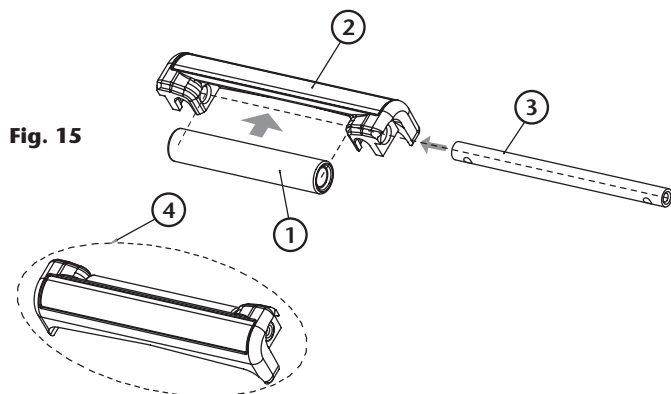
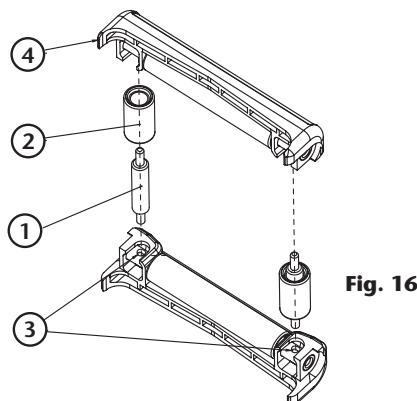

Fig. 15
Fig. 16
3. Una vez limpio o sustituido por uno nuevo, montar el conjunto salida de manguera. Para ello, primero coloque los rodillos largos (1) (fig. 15) en su posición sobre los soportes rodillos (2) (fig. 15), y atravesese este montaje con el eje largo (3) (fig. 15). De este modo dispondrá de dos componentes idénticos premontados (4) (fig. 15).
4. Ahora introduzca los ejes cortos (1) (fig. 16) a través de los rodillos cortos (2) (fig. 16) y use estos componentes premontados para unir los componentes montados en el paso anterior (4) (fig. 15). Para ello, introduzca manualmente a presión los tetones de los ejes cortos en los agujeros de los ejes largos (3) (fig. 16).